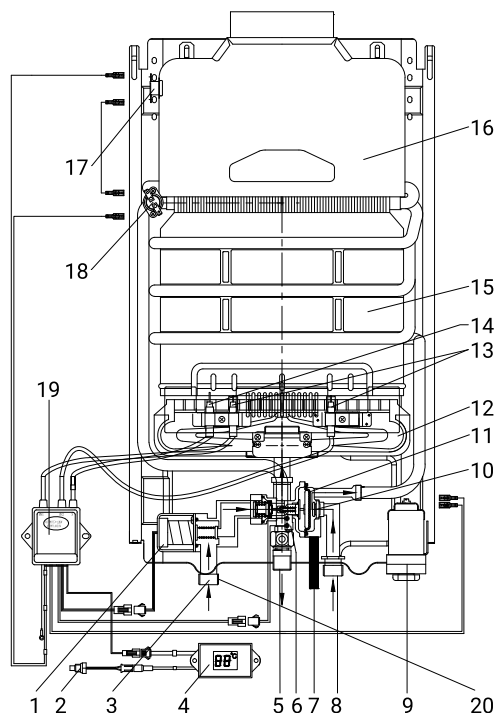

Рис. 5
- откройте сливную заглушку (7 на схеме устройства, рис. 5), для того, чтобы из водо-